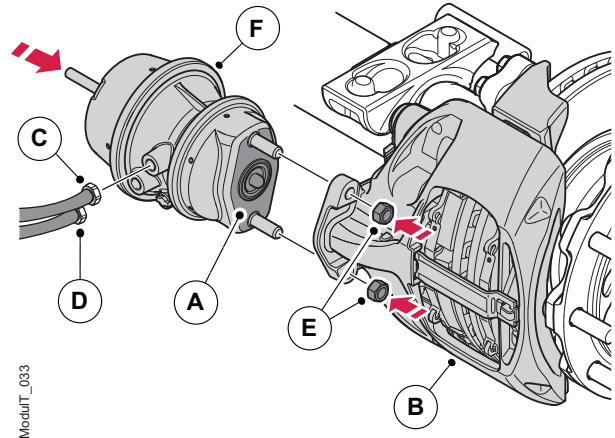

Figura 39. Montaje de los elementos de la cámara de freno
5. Monte la cámara de freno nueva (A) en la pinza (B) con sus tuercas (E), véase la figura 39. Enrosque las tuercas hasta el fondo antes de apretar hasta su par para asegurarse de que la cámara queda paralela.
6. Coloque la conexión de la manguera del freno de servicio (C) y, si procediera, el freno de estacionamiento (D). Si acopla las dos mangueras, asegúrese de que las conexiones (C) y (D) están en la posición correcta. Véase la figura 39.